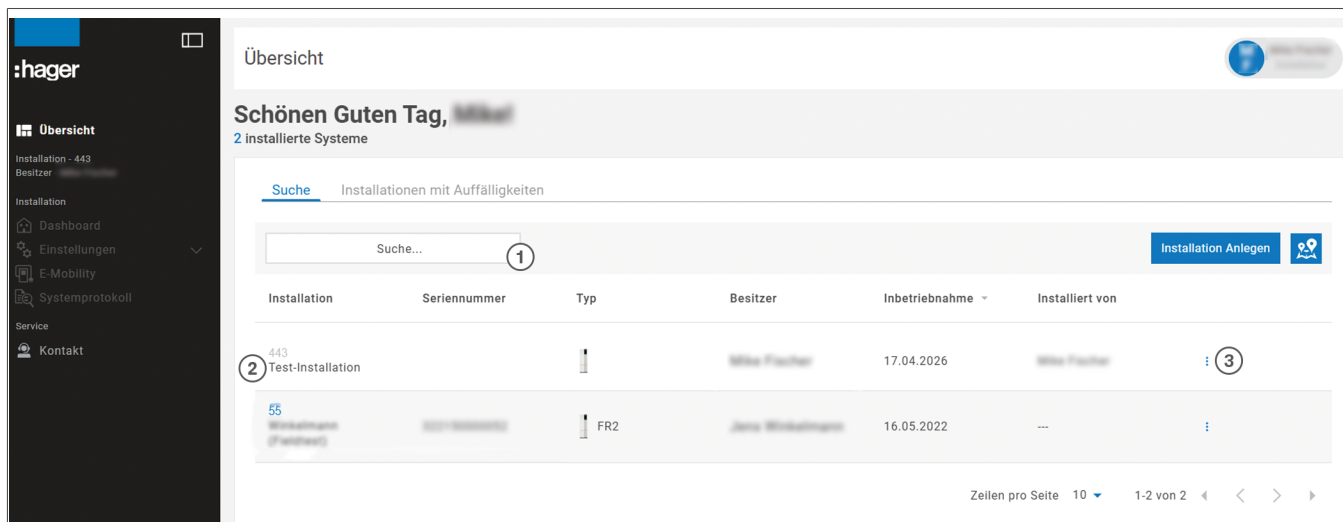

Bild 37: Übersicht der Installationen
Die Seite **Übersicht** der Anwendung öffnet sich (Bild 37).
- ④ Menü **Einstellungen**
- ⑤ Untermenü für **Konfiguration**
- ⑥ Kachel für **Konfiguration**
- ② Auf : (3) am Ende der einzurichtenden Installation gehen und die Schaltfläche **Zur Konfiguration** auswählen (Bild 37).